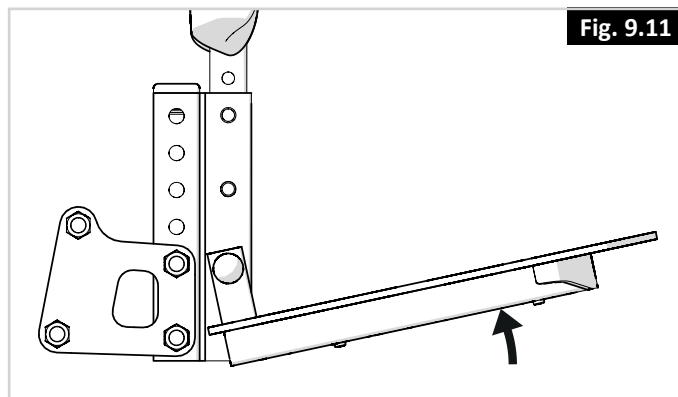

Fig. 9.11
1. Coloque la plataforma en el ángulo deseado (Fig. 9.11).